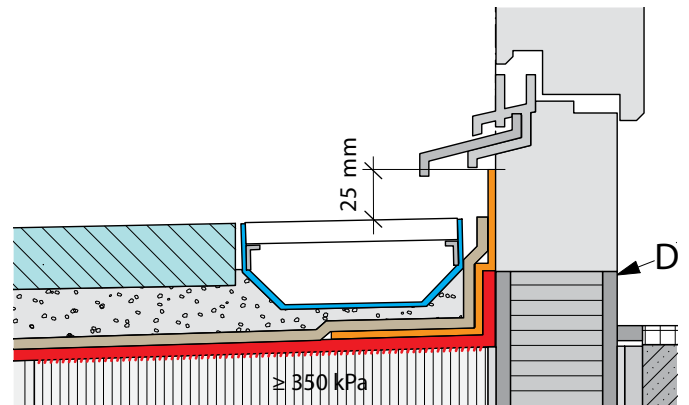

Abb. 18: minimale Abdichtungshöhe bei verrottbaren Fensterrahmenmaterialien
4. Werden im unteren Anschlussbereich für den Fensterahmen verrottbare Materialien wie z.B. Holz verwendet, soll die Abdichtung aus verarbeitungstechnischen Gründen (z.B. Vorbehandlung für die FLK-Abdichtung) 25 mm über die Nutzschicht (Plattenbelag) geführt werden (siehe Abb. 18). Werden bei solchen Anschlüssen als Nutzschicht grossflächige Holzroste mit mindestens 8 mm breiten Fugen und 5% Fugenanteil verlegt, kann diese Überhöhung verkleinert werden. Der optimale Wasserlauf unter dem Holzrost muss dabei gewährleistet sein. Für Fensterahmen, die direkt mit den Flachdachschichten in Kontakt kommen, ist es empfehlenswert unverrottbare Materialien wie z.B. kunststoffgebundene oder kaschierte Holzwerkstoffe, Metalle oder Kunststoffe, zu verwenden.